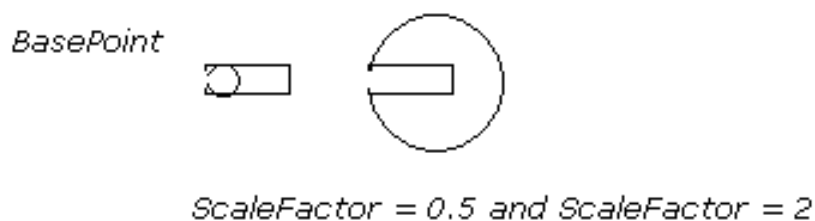

Рис. 1.8. Пояснительный рисунок к применению метода ScaleEntity
**ScaleEntity** – метод, который осуществляет масштабирование (рис. 1.8).